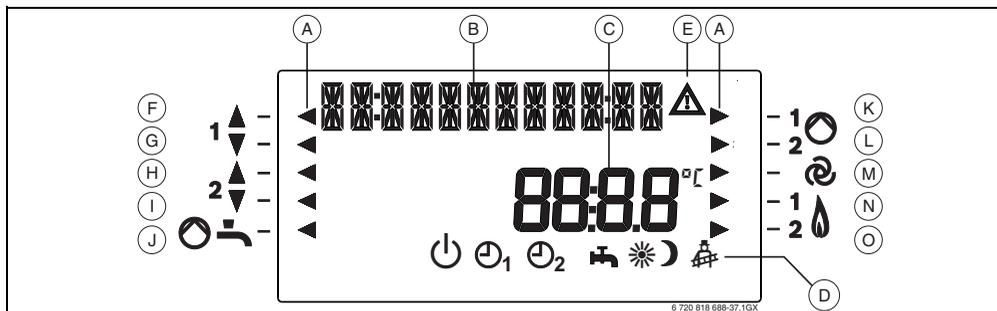

Fig. 2 Ecran d'affichage
- ▶ Sélectionnez votre mode de fonctionnement (→ fig. 2, [D]) à l'aide des touches - ou + [2].